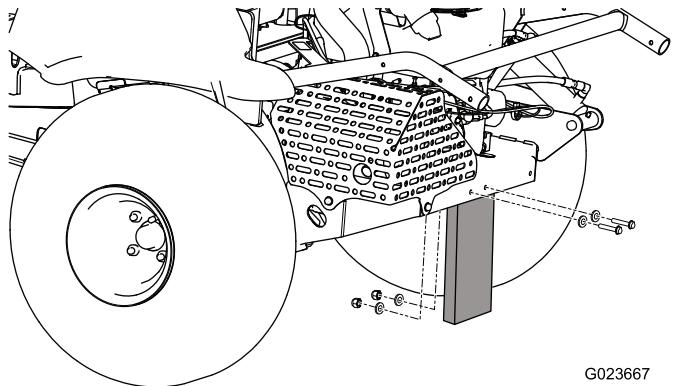

Bild 3
2. Entfernen Sie die Muttern, Schrauben und Scheiben, mit denen das Stützbrett am Heck der Maschine befestigt ist (**Bild 3**).